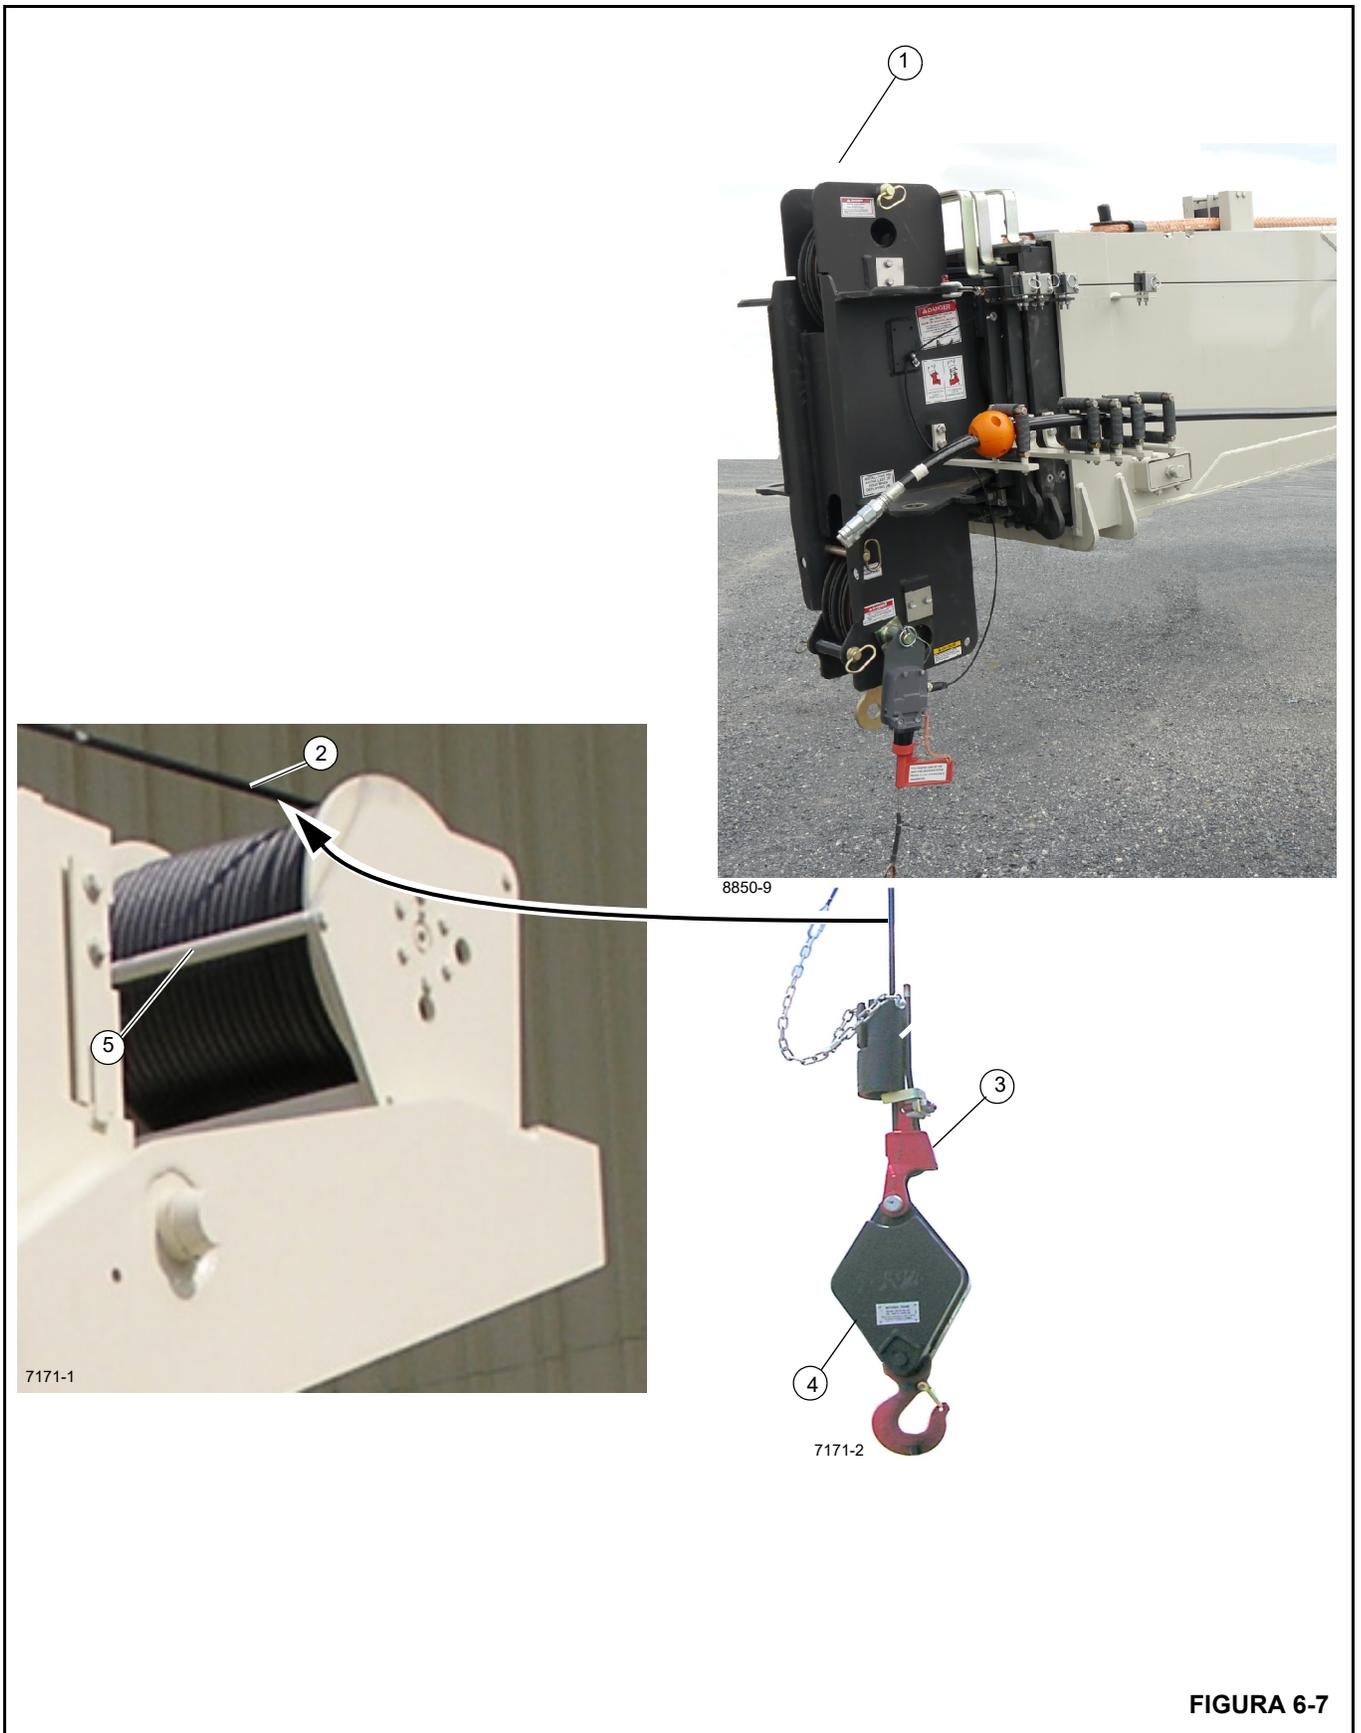

FIGURA 6-7
1. Retire el aparejo de gancho (4, Figura 6-7) del receptáculo de cuña (3) y pase el cable de carga por la punta de la pluma hasta que el receptáculo de cuña (3) haya pasado la punta de la pluma.